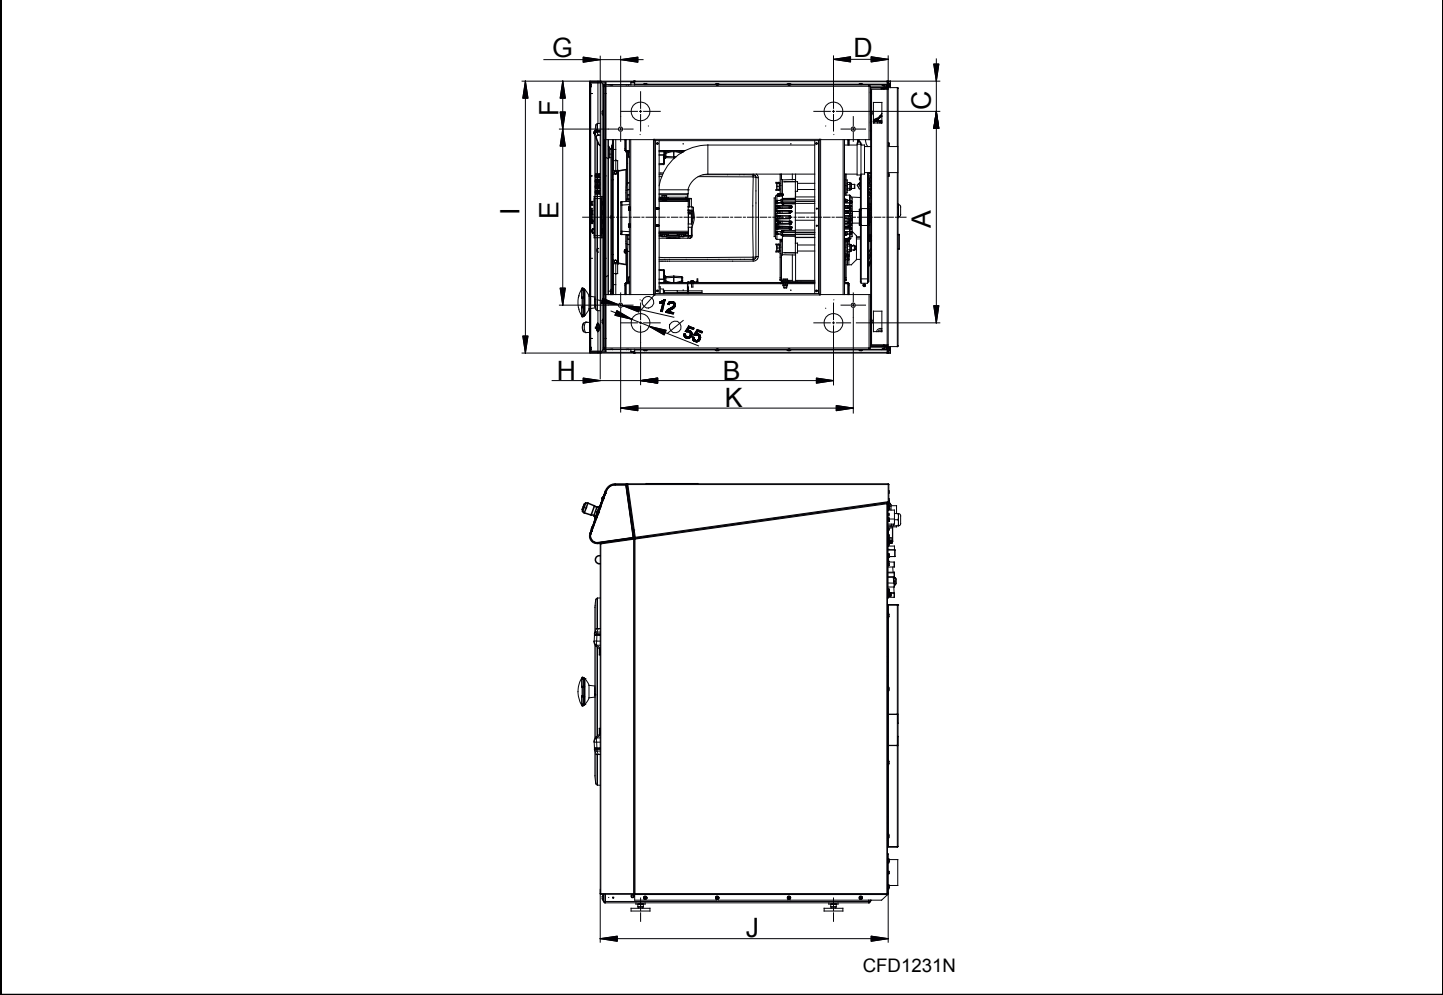

Figura 9
1. Faça 2 furos para os parafusos de fixação. Consulte *Figura 9*. O diâmetro dos furos na base da máquina é 12 mm [0,47 pol.].